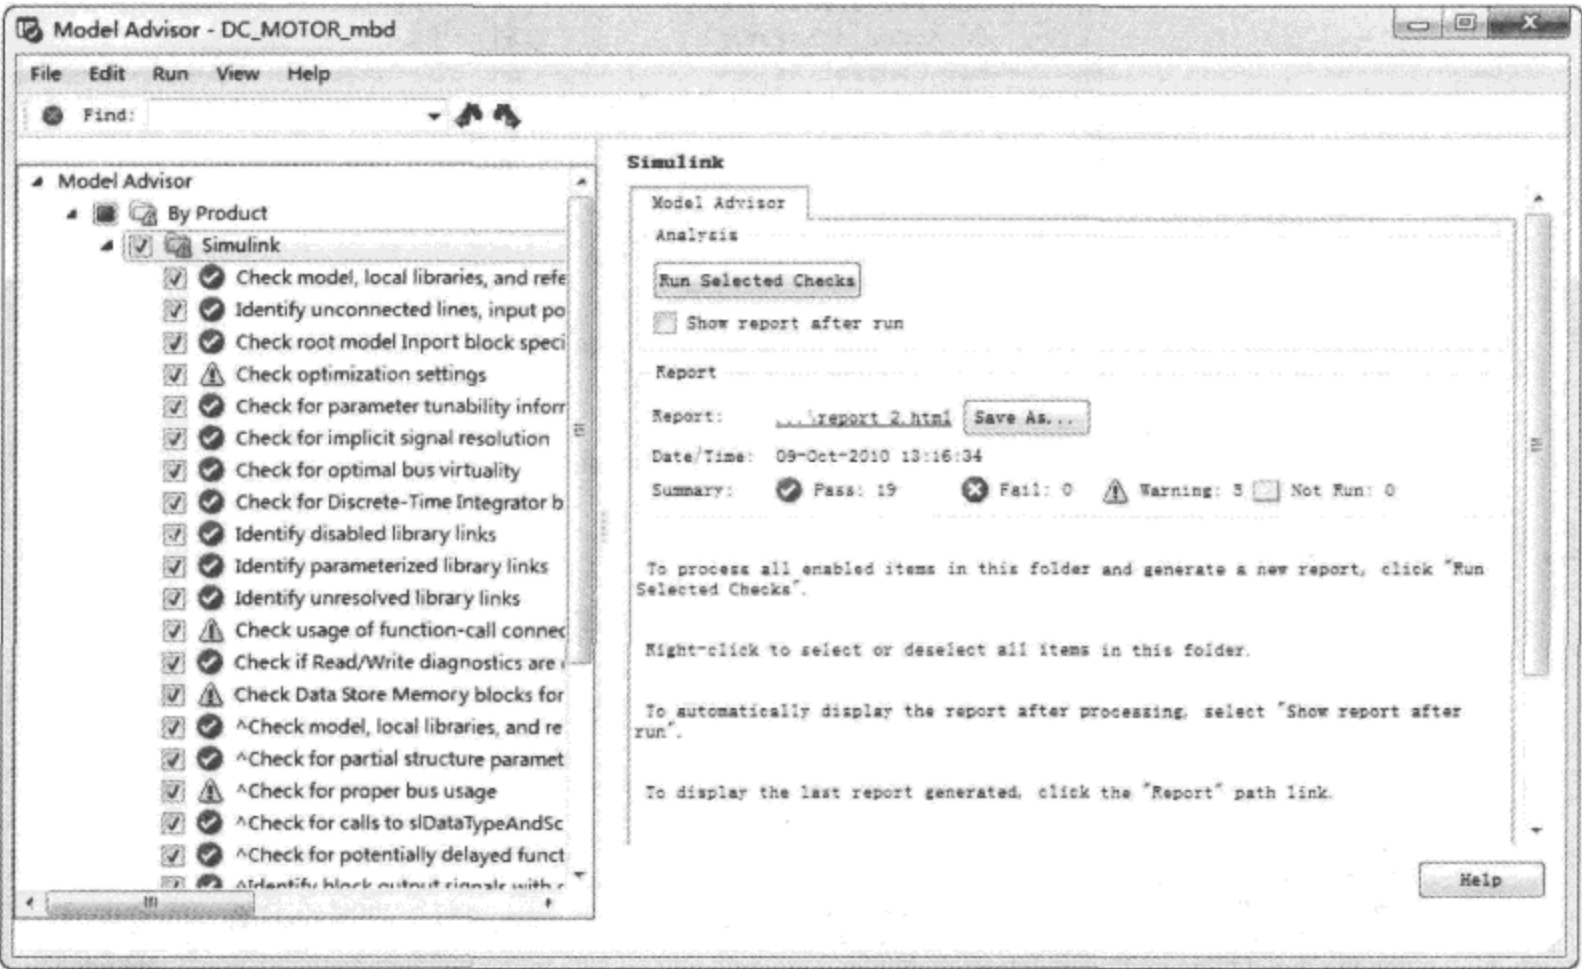

图 9.5.48 检查结果
(1) 展开节点 By Product,勾选下属的 Simulink 检查项前的复选框。
(2) 单击节点 Simulink,单击右侧页面的Run Selected Checks 按钮,开始检查。
(3) 检查完成,右侧窗口显示检查结果(图 9.5.48)。✔表示通过检查项目,✘表示失败项目,⚠表示警告项目,☐表示未检查项目;左侧任务树的节点图标对应显示了该项检查的状态。